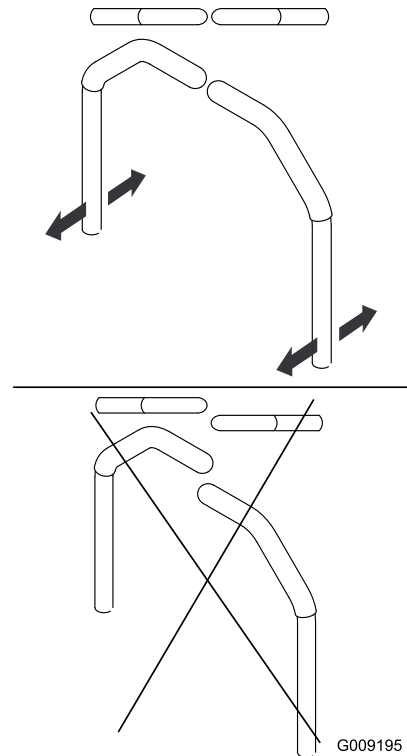

Рисунок 47
9. Вирівняйте важелі в положенні спереду на зад, поєднавши важелі разом у НЕЙТРАЛЬНОМУ положенні, та посунувши їх, доки вони не вирівнюються, потім затягніть болти (Рисунок 47).